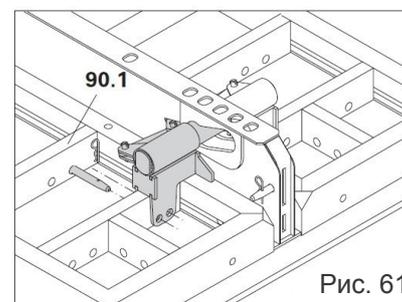

Рис. 61
2. Закрепить пальцами и шплинтами (90.1) (Рис. 61)
4. Подвинуть шахтный элемент по направлению вниз. Положение «опалубки» с помощью монтажки (Рис. 61а, 61б)
Рис. 61а
Рис. 61б